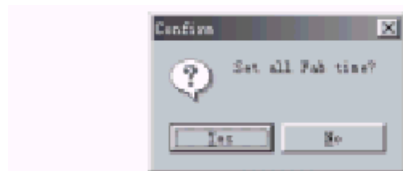

Fig. 6-2 Cuadro de Diálogo para Configuración de Hora del FAB
1. Seleccione y haga clic en la opción **System>Set all FAB Time** y aparecerá un cuadro de diálogo como el de la Fig. 6-2.